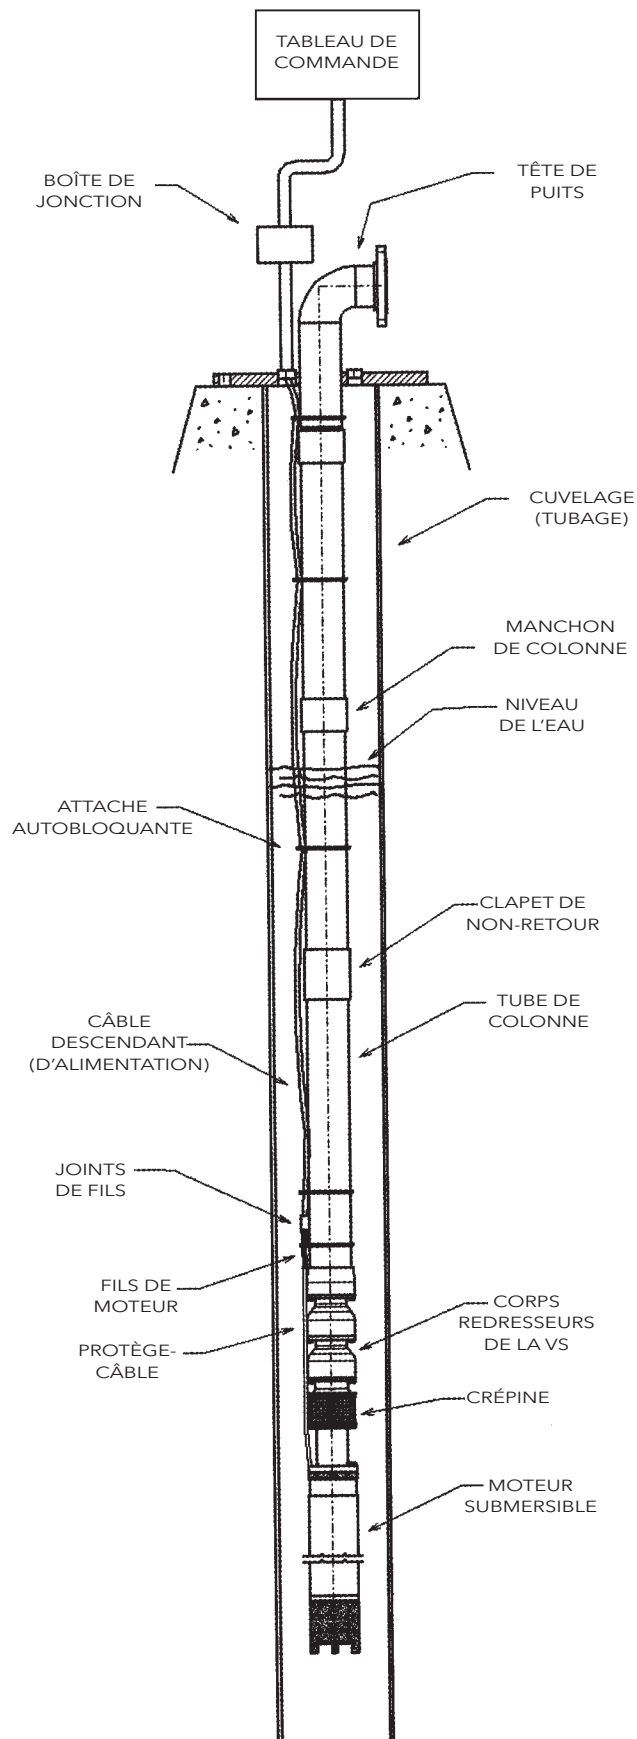

Figure 1 — Installation type d'une pompe submersible
La VS de Goulds Water Technology est une pompe à bulbes submersible offrant une fiabilité maximale. Son débit varie de 100 à 5 000 gal US/min et plus, à une hauteur de charge de 1 000 pi. *La fig. 1 montre l'installation type d'une VS.*
4. Poser une attache autobloquante au-dessous et au-dessus des joints de fils (v. *fig. 1*). Prendre garde de ne pas endommager le câble. Si l'on doit installer une conduite d'air, la placer le long du câble et veiller à ne pas l'écraser avec les attaches. Si les joints de fils risquent de frotter contre le cuvelage durant la descente de la pompe dans le puits, il est suggéré de les protéger avec une feuille de caoutchouc épais ou d'acier. S'assurer que l'installation de mise à la terre est en place.
8. Une fois le dernier tube de colonne posé, mais avant de mettre la tête de puits en place, fixer le câble avec une attache autobloquante, entre le dernier manchon de colonne et la tête de puits (v. *fig. 1*). Enfiler le conducteur de mise à la terre et le câble dans le gros